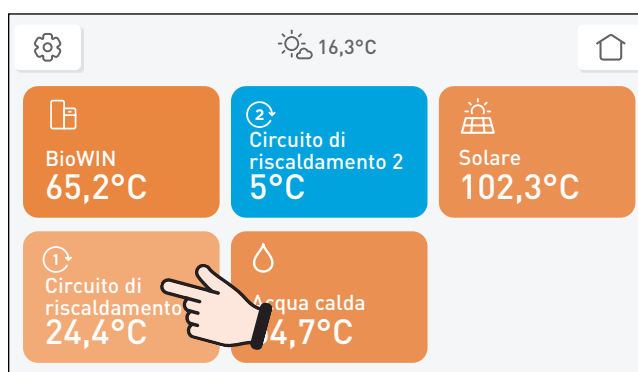

Fig. 16 Menu principale
- Premere il circuito di riscaldamento desiderato nel menu principale – Fig. 16.